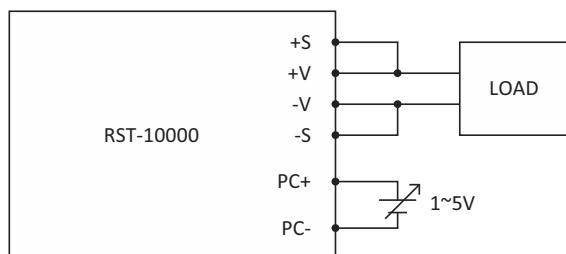

图4.1
(1) DIP开关设置方式
(2) 在CN992或CN993的PC+和PC-间加一电压源。按照下图4.1的方式连接